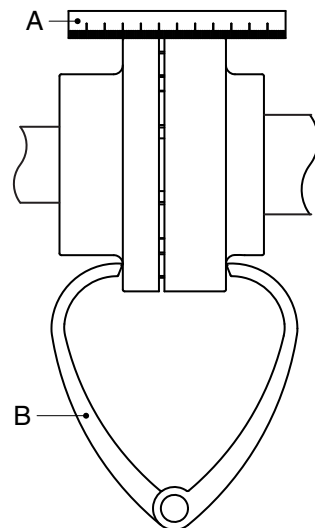

Figura 4: Alineación del acoplamiento utilizando una regla y un par de calzos de espesores externos.
- 1 Coloque una regla (A) sobre el acoplamiento. Coloque o quite los calzos de cobre necesarios para situar el motor eléctrico a la altura correcta de manera que la regla de estimador toque ambas mitades de acoplamiento en toda su longitud, véase figura 4.
- 3 Vuelva a comprobar la alineación utilizando un par de calibres de espesores externos (B) en 2 puntos diametralmente opuestos de ambos lados de las mitades de acoplamiento, consulte figura 4.